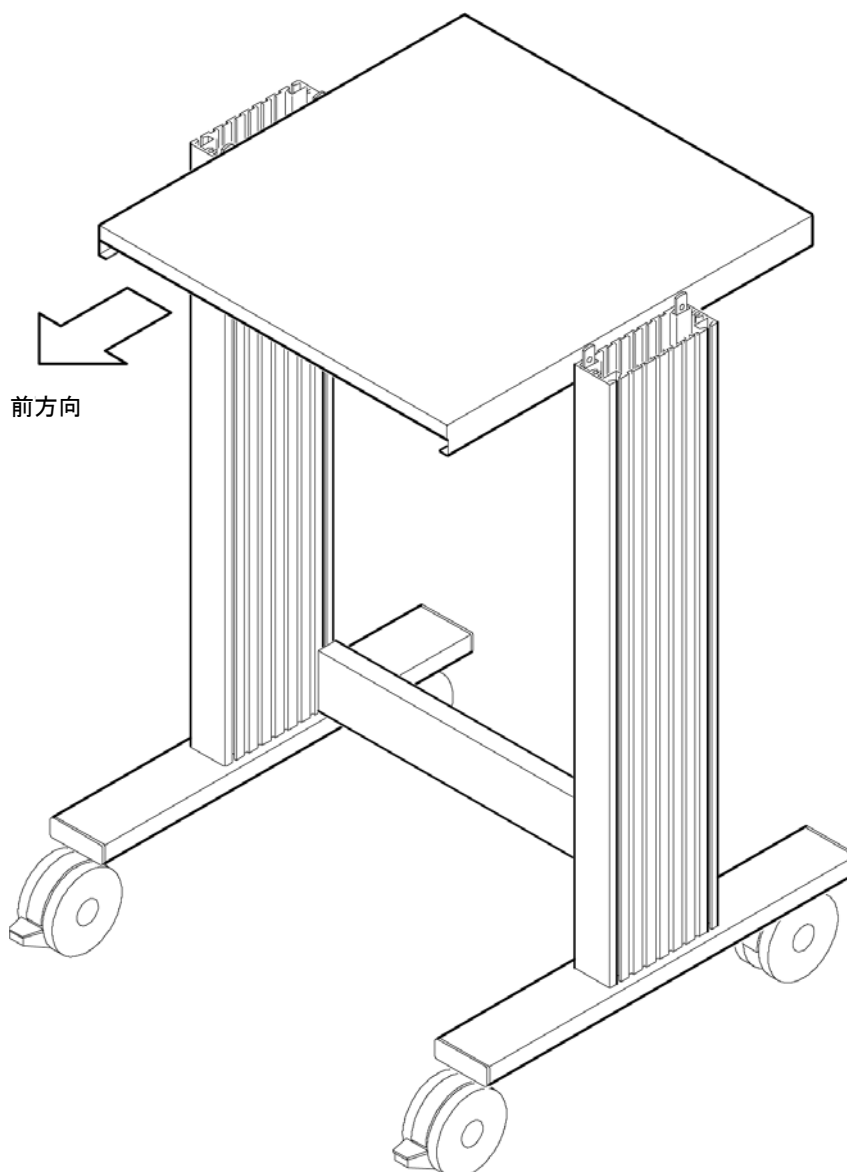

図 7: 棚板の位置決め
2. 図 7 に示すように、脚部アセンブリ間で、棚板を水平に位置決めします。棚板の端がオープンになっている方を台車の前方向に向けます。